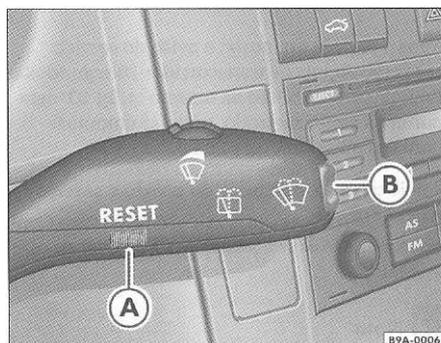

Fig. 34 Localização dos botões de controle na alavanca do limpador do pára-brisa
- Para alternar entre as duas memórias, pressione brevemente a tecla **RESET** fig. 34 @ na alavanca do limpador do pára-brisa, com a ignição ligada.
Com a ignição ligada, acionando-se a tecla => fig. 34 @ na alavanca do limpador do pára-brisa, pode-se comutar entre as seguintes informações:
A escala de medição varia de -40°C a +50°C. Com temperaturas externas entre -7°C e +4°C, é adicionalmente visualizado o símbolo de um "cristal de gelo" (alerta de derrapagem) no indicador multifunções e um aviso sonoro será emitido durante a condução. Este símbolo pisca primeiramente por aproximadamente 5 segundos, e permanece piscando até que a tecla => Página 48, fig. 34 © seja acionada ou a temperatura externa seja superior a +4°C ou abaixo de -7°C.